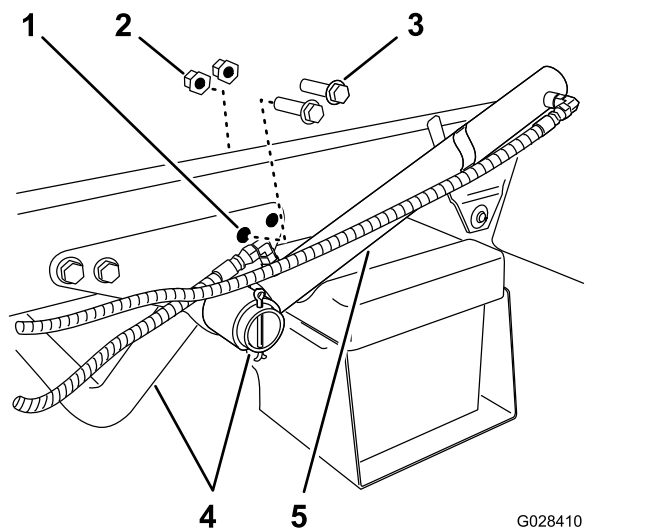

Figure 8
- Retirez les 2 boulons à embase arrière et les 2 écrous à embase qui fixent le support du tube du moteur au cadre de la machine (Figure 8).
- Tournez le vérin de levage pour obtenir l'espace nécessaire au montage de la patte de maintien du patin de la cuve (Figure 8).